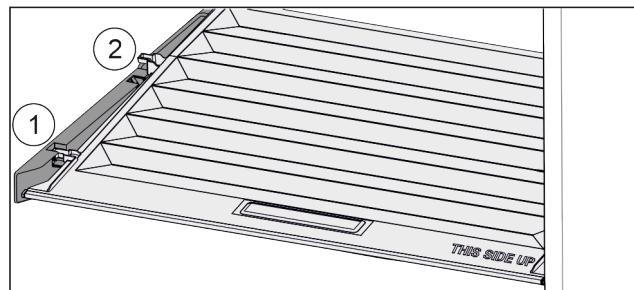

Fig. 27
- Потянуть крышку до отверстия в поддерживающих деталях вперед Fig. 27 (1).
- Поднять сзади снизу и извлечь Fig. 27 (2) движением верх.